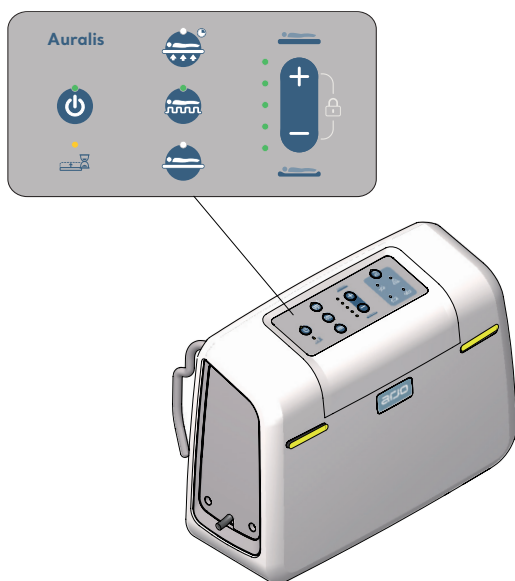

図 45
- ポンプ前面にある緑色のインジケータ図 45 を参照してください